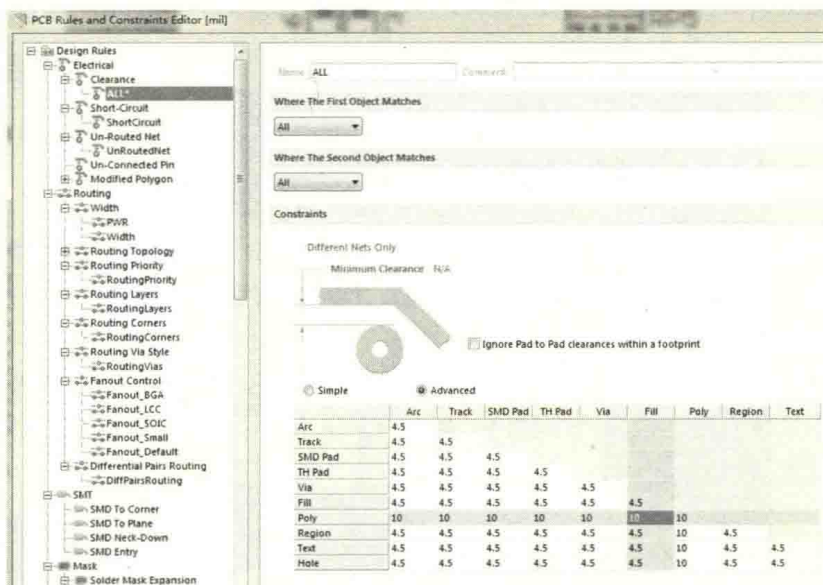

图 13-19 “All” 和 “Poly” 间距规则
- (1) 按快捷键“DR”，进入规则约束管理器。
- (2) 单击鼠标右键，新建间距规则，默认“All”（整板）规则为 4.5mil，“Poly”（铜皮）和其他元素之间的间距要求为 10mil，如图 13-19 所示。